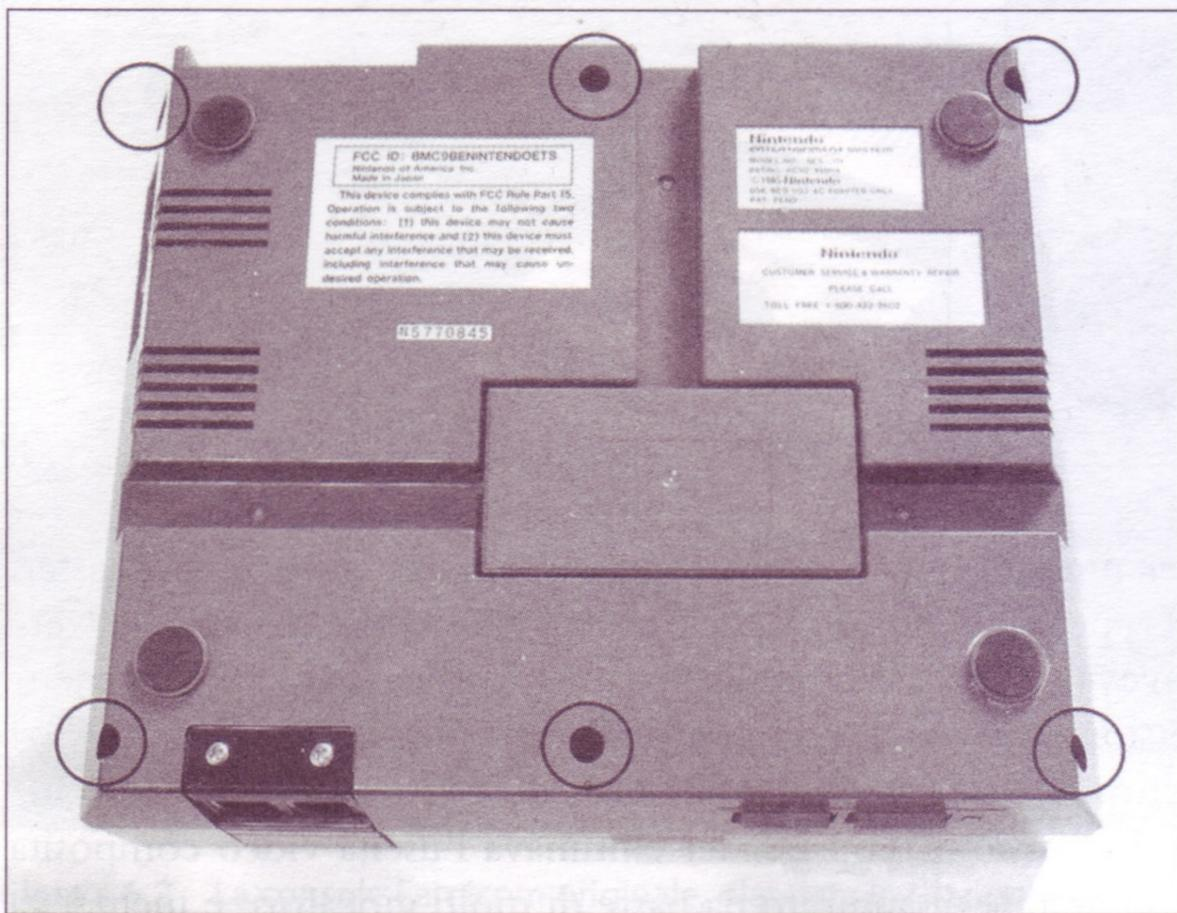

Figura 6.4 Il lato sottostante di NES con l'indicazione delle posizioni delle viti.
1. Per aprire la console NES in modo da accedere a tutti i circuiti interni, per prima cosa capovolgete il case e rimuovete le sei viti di chiusura, come mostrato nella Figura 6.4.